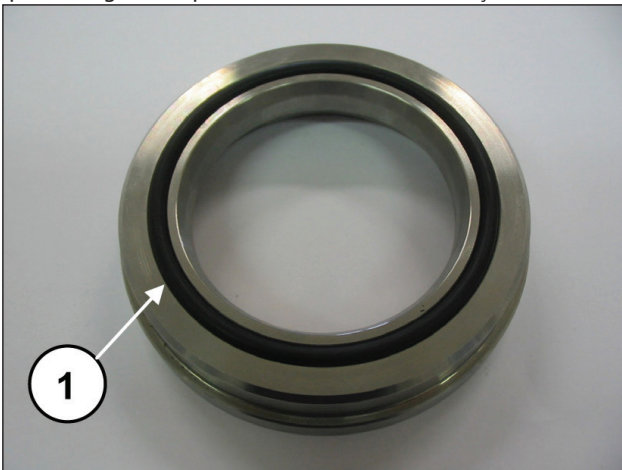

Fig. 173
Monte agora no anel do cabeçote das fitas isolantes o O-ring (pos. ①, Fig. 173) e posicione-o na base no cabeçote.